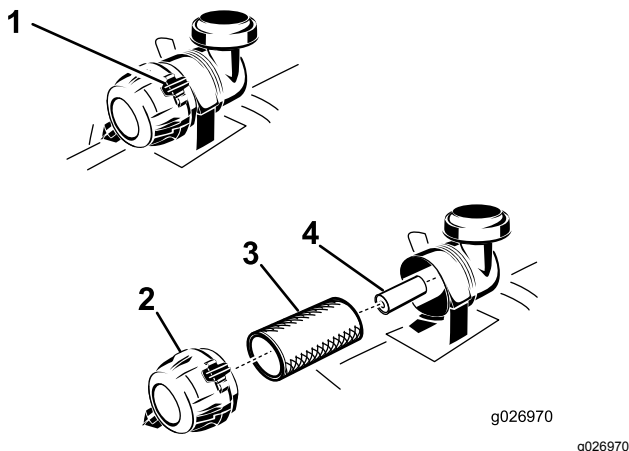

Figura 35
3. Premete verso il basso per rilasciare i dispositivi di fermo sul filtro dell'aria e togliere il coperchio dal corpo del filtro (Figura 35).
5. Estraete con cautela il filtro primario dal corpo del filtro dell'aria (Figura 35).
2. Se sostituite il filtro secondario, inseritelo con cautela nel corpo del filtro (Figura 35).
3. Montate con cautela il filtro primario sul filtro secondario (Figura 35).
5. Installate il coperchio del filtro dell'aria con il tappo di sfiato verso il basso e ruotate in modo che i dispositivi di fermo blocchino il coperchio nella corretta posizione (Figura 35).